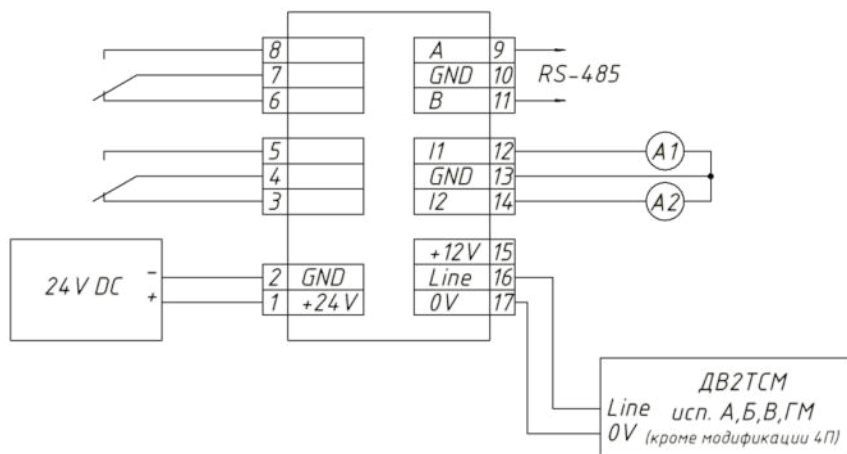

Рис.9. Двухпроводная схема подключения измерительных преобразователей к блоку индикации.
6.4. В зависимости от модификации измерительные преобразователи подключаются к блоку индикации двухпроводным (рис.9) или трехпроводным (рис.10) кабелем (см. таблицу 9).